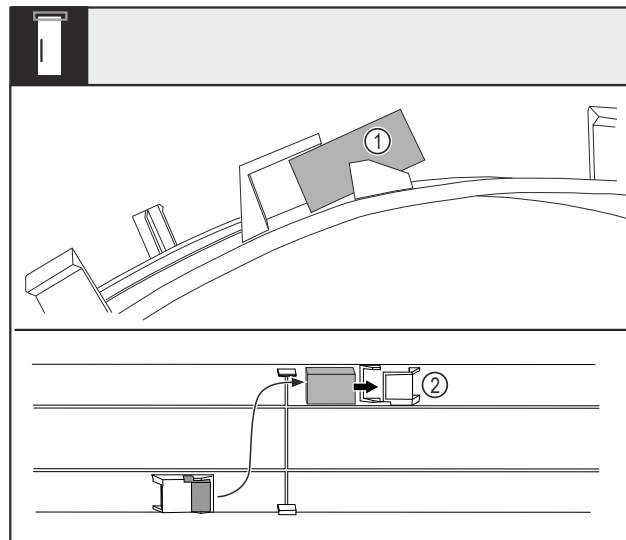

Fig. 15
- Plier le cache et retirer l'aimant de porte Fig. 15 (1) du logement.
- Insérer l'aimant de porte dans l'autre logement Fig. 15 (2).